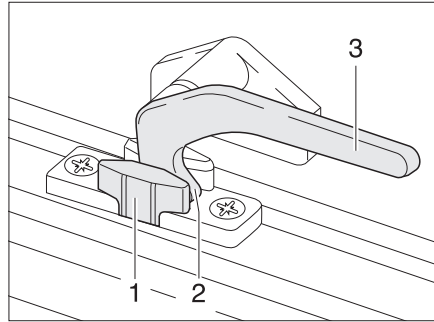
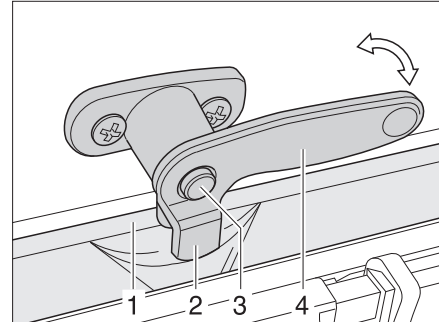

Bild 51 Verriegelungshebel in Stellung "Dauerbelüftung"
Bild 52 Verriegelungshebel mit Sicherungsknopf in Stellung "Dauerbelüftung"
- in Stellung "Dauerbelüftung" (Bild 51)
- Falls vorhanden, den Sicherungsknopf (Bild 52,3) drücken und gedrückt halten.
- Den Verriegelungshebel (Bild 51,3 bzw. Bild 52,4) eine viertel Umdrehung zur Fenstermitte hin drehen.
- Den Verriegelungshebel wieder zurückdrehen. Die Verriegelungsnase (Bild 51,2 bzw. Bild 52,2) dabei in die Aussparung der Fensterverriegelung (Bild 51,1 bzw. Bild 52,1) einfahren.